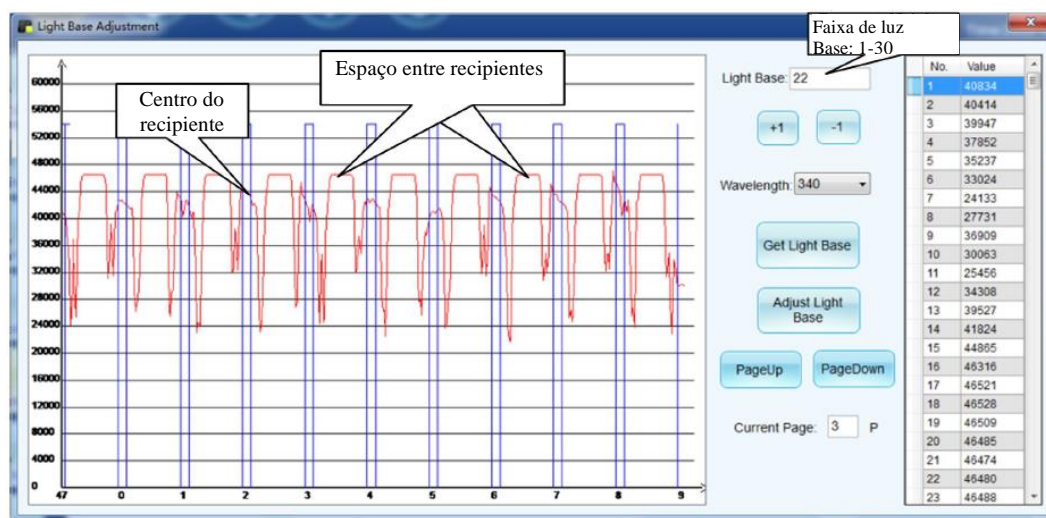

Figura 8-20 Curva óptica
Passo 2: Clique em [Obter base de luz] para obter a curva óptica de instrumento. É necessário garantir que a luz esteja vertical e a curva óptica tende ao centro do recipiente de reação. A curva óptica é mostrada na figura 8-20.
Passo 3: Se a curva óptica não for estável ou o valor de pico em um lado (ambos os lados) ocorrer, isso significa que a lâmpada halógena não está vertical. É possível ajustar os parafusos na placa de fixação ou base de fixação da lâmpada halógena (como mostrado na figura 8-16), para obter a curva estável (como mostrado na figura 8-20).